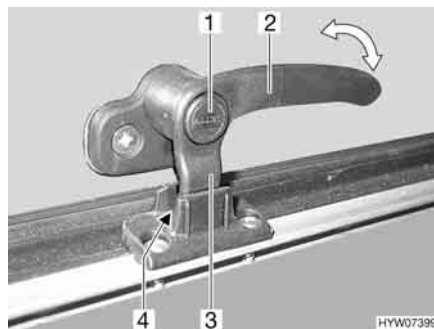

Fig. 37 Leva di serraggio in posizione "Aerazione continua"
- In posizione di "Aerazione continua" (Fig. 37)
- Premere il bottone di sicurezza (Fig. 37,1) e mantenerlo premuto.
- Ruotare la leva di serraggio (Fig. 37,3) di un quarto di giro verso il centro della finestra.
- Girare nuovamente all'indietro la leva di serraggio. Riportare contemporaneamente il nasello di chiusura (Fig. 37,3) della leva di serraggio nella rientranza della chiusura della finestra (Fig. 37,4).
- Rilasciare il bottone di sicurezza (Fig. 37,1).